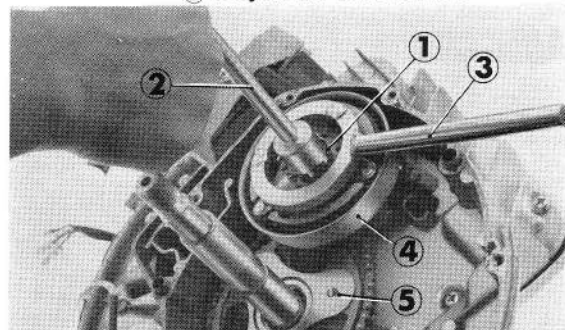

Figure 2-38 : ① écrou de blocage de 14 mm
7. Déverrouiller la rondelle à languette et dévisser l'écrou de blocage de 14 mm, les pignons primaires entraîné et entraîneur (figure 2-38).